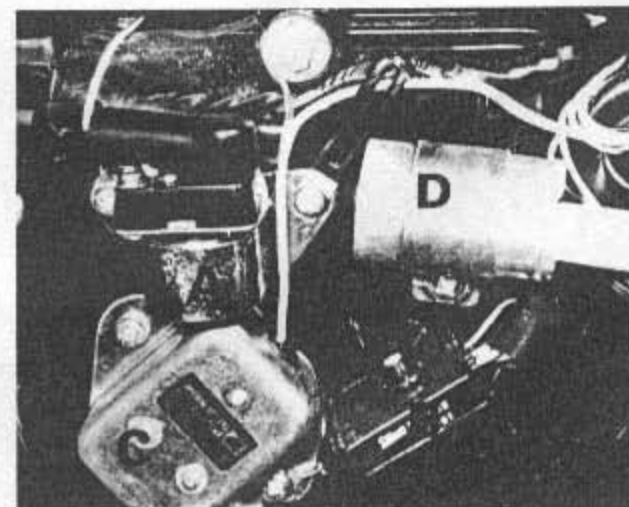

Bild 286
- Diese Anordnung wird aus zwei Gründen gewählt. Erstens wird der Batterie nur dann Strom entzogen, solange der Druckknopf betätigt wird. Lässt man den Druckknopf los, wird die Stromzufuhr sofort unterbrochen. Dies garantiert eine minimale Belastung der Batterie. Zweitens kann die Batterie in fast oder ganz entladenerem Zustand nicht genügend Strom zum Schliessen der Schaltkontakte liefern. Dadurch ist es nicht möglich, eine sonst schon geschwächte Batterie durch übermäßige Stromaufnahme weiter zu belasten, was unter besonderen Umständen zum Überhitzen der Bleiplatten und in der Folge zu deren Beschädigung führen kann. Falls der Anlasser nicht arbeitet, vermute man zuerst eine entladene Batterie. Dies kann leicht überprüft werden, indem man das Signalhorn betätigt oder die Beleuchtung einschaltet. Falls dieser Test zeigt, dass sich die Batterie in einwandfreiem Zustand befindet, vermute man einen schadhafte Magnetschalter, der mit einem hörbaren «Klick» arbeiten sollte. Er befindet sich unter der Sitzbank in unmittelbarer Nähe der Batterie (Bild 286) und kann anhand des dicken Kabels, welches zum Schalter führt, identifiziert werden. Es ist nicht möglich, im Schadenfall eine befriedigende Reparatur durchzuführen; der Magnetschalter muss gegen einen neuen ausgetauscht werden.